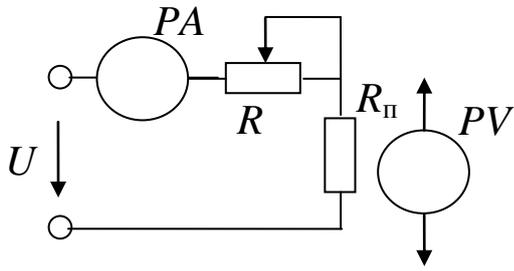

Рис. 4. Реостатная схема регулирования: $R_{\text{П}} = R_6$
5.2. Собрать электрическую схему реостатного регулирования тока и напряжения (рис. 4) и дать проверить её лаборанту.
5.3. Включить стенд и блок питания. Перемещая скользящий контакт реостата из одного крайнего положения в другое, записать показания приборов исследуемой цепи (рис. 4) в табл. 1 при крайних и среднем положении скользящего контакта реостата.
7.12. Как изменится и почему яркость свечения лампы накаливания в качестве приемника электрической энергии на рис. 4, если скользящий контакт переменного резистора R переместить вправо?